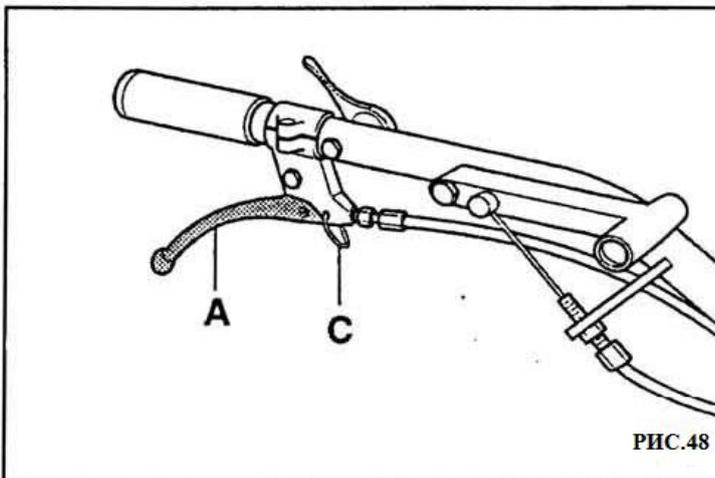

РИС.48
- 7) Смонтируйте рычаг управления **А** (Рис.48). Установите его так, чтобы он блокировал перекрёстный винт. Демонтируйте ручку.
- 9) Отрегулируйте управление, оперируя винтом остановки оболочки на рычаге управления **А** (Рис.48).
Для того, чтобы использовать тормоза в качестве парковочных, закрепите рычаг руля управления в открытой позиции, используя крючок С (Рис.48).